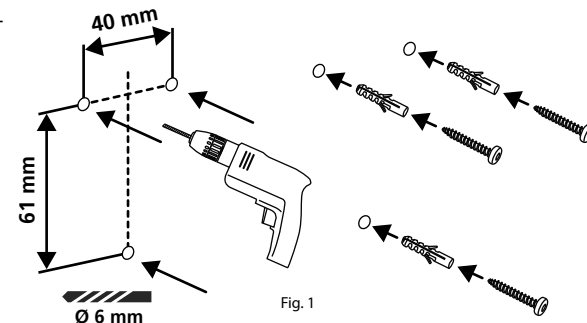

Fig. 2
- 2 Introduzca en los orificios los tacos incluidos en el suministro y apriete los tornillos que se adjuntan (Fig. 2).